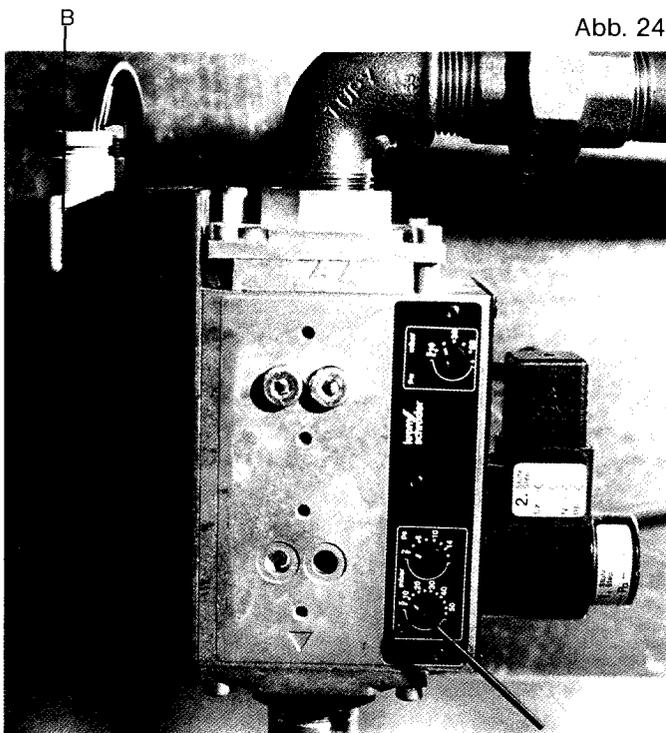

Abb. 24
- Dichtschraube am Gasfließdruckmeßstutzen (Pos. B, Abb. 24) lösen und U-Rohr-Manometer anschließen.
Gasfließdruckmeßstutzen (B Abb. 24) schließen.